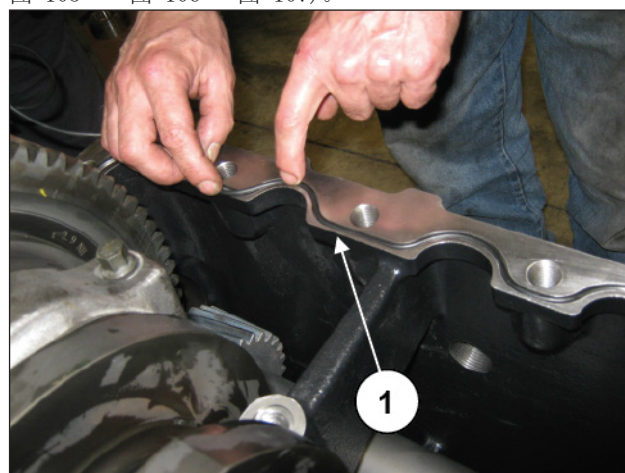
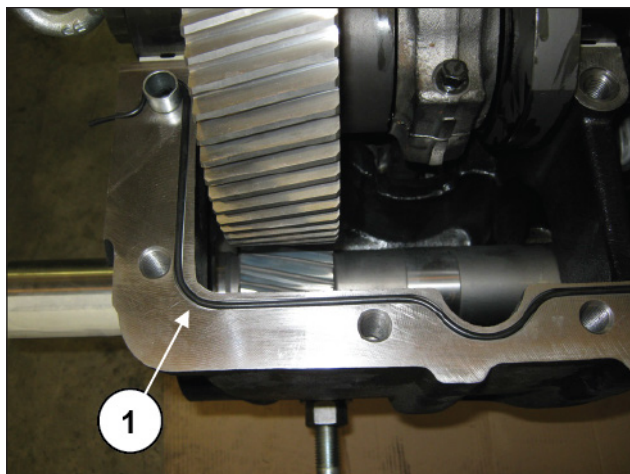
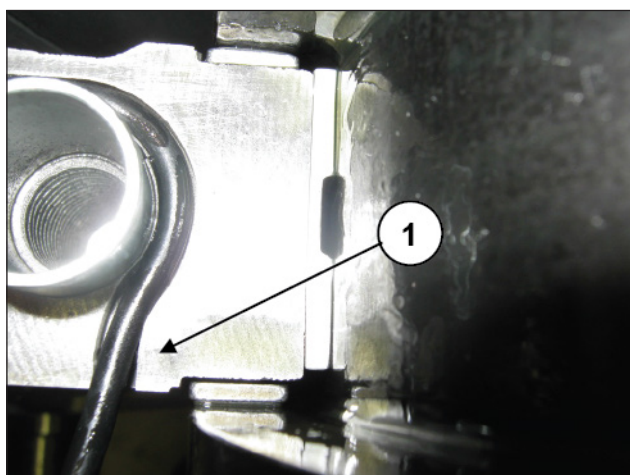
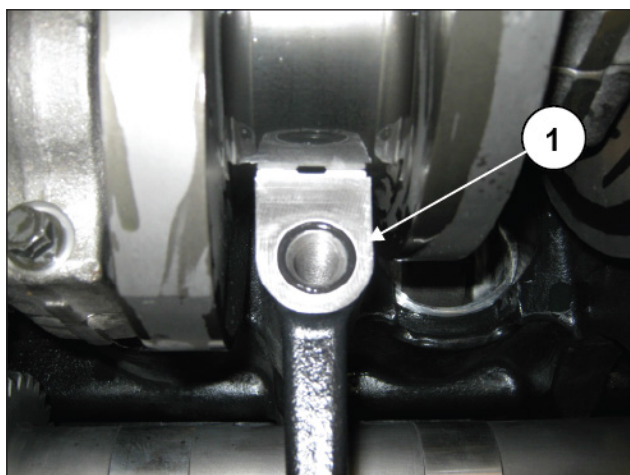

图 104
图 105
图 106
图 107
在前曲轴箱盖平面上放入O形密封圈 (①, 图 104 - 图 105 - 图 106 - 图 107)。